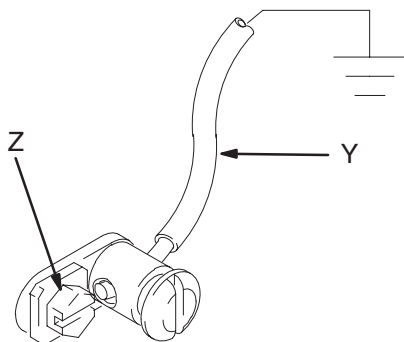

Fig. 1
1. *King-pumpar:* använd jordledning och klämma. Se Fig. 1. Lossa jordskruven (Z) och trä den genom öglan i änden på jordledningen (Y). Skruva tillbaka skruven och dra åt ordentligt. Anslut andra änden på ledningen till en god jordpunkt. Beställningsnummer för jordkabel med klämma är 222011.